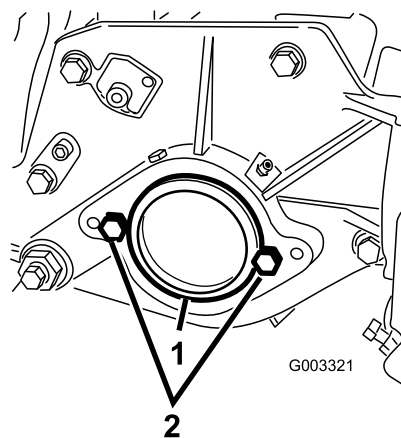

Figura 16
2. Sul lato destro dell'apparato di taglio, togliete il tappo in plastica dall'alloggiamento del cuscinetto (Figura 16).
3. Togliete le 2 viti a testa cilindrica dalla piastra laterale destra (Figura 16).
2. Vite a testa cilindrica (2)
5. Montate, senza stringere eccessivamente, le 2 viti di montaggio del motore del cilindro sulla piastra laterale sinistra dell'apparato di taglio (Figura 16).